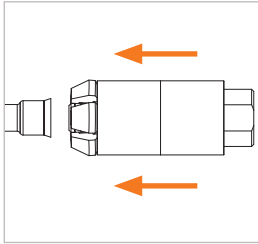
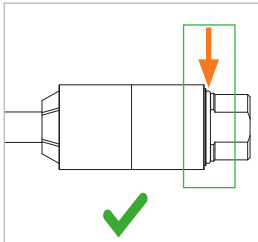
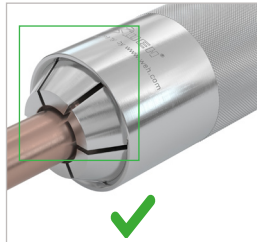
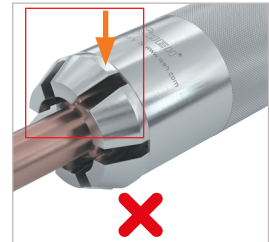

Abbildung 2
Abbildung 3
Abbildung 4
Abbildung 5
- ▶ Schieben Sie den Adapter an der Schiebehülse (Pos. 1) nach vorne auf den Prüfling auf (Abbildung 2). Der Adapter muss mit einem deutlichen hörbaren Klick einrasten. Der Sprengring muss sichtbar sein (Abbildung 3) und die Außenkanten des Spannzangenaußendurchmessers dürfen nicht mehr sichtbar sein (Abbildung 4 und Abbildung 5). Das integrierte Absperrventil, falls vorhanden, wird durch das Anschließen des Adapters aufgedrückt.